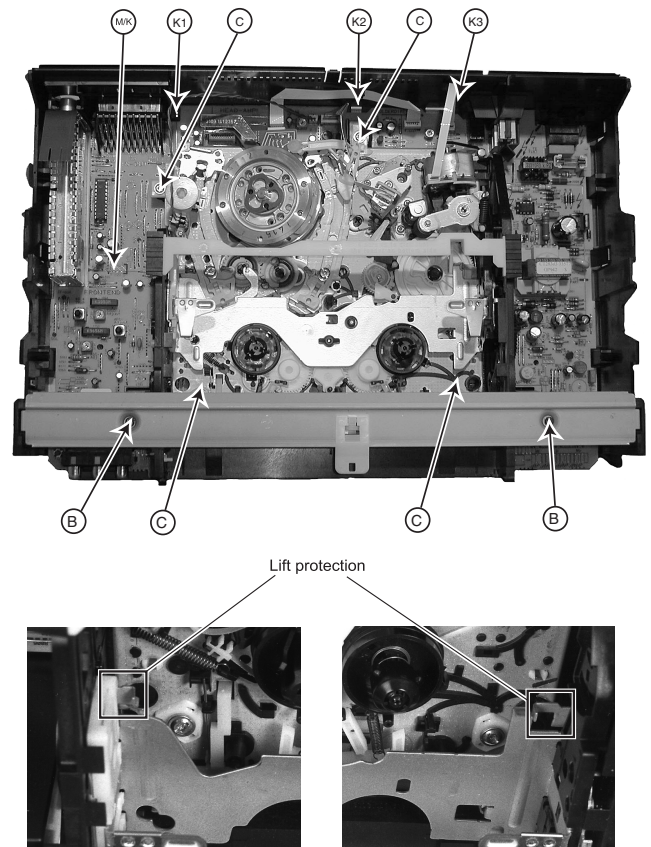

Abbildung 4-3
4.2 Ausbau der Kombination MOBO-Laufwerk (Abb. 4-3 und 4-4)
- Das Gerät in die Betriebslage bringen (Abb. 4-3).
- Die zwei Schrauben (B) des Bügels lösen und diesen nach oben abziehen.
- Die vier Befestigungsschrauben (C) des Laufwerks lösen und entfernen.
- Das Cinchbuchsenkabel (K) und das Massekabel (M) vom Buchsenprint lösen (wenn vorhanden).
- Die 8 Schnapphaken (S) von rechts hinten beginnend nach rechts vorne und anschließend von links hinten nach links vorne lösen.
- Nachdem sich die Einheit MOBO-Laufwerk durch das Eigengewicht vom Rahmen gelöst hat, ist der Schnapphaken (S) bei der Netzbuchse ein zweitesmal zu entriegeln.
4.3 Laufwerksausbau (Abb. 4-3, 4-5 und 4-6)